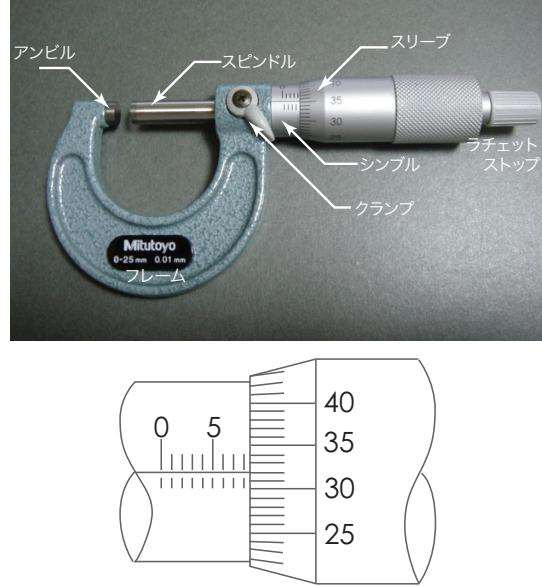

図 9: マイクロメータ。各部の名称（上）と演習問題（下）
– 図 9（下）のマイクロメータがいくつを示しているか分かりますか？